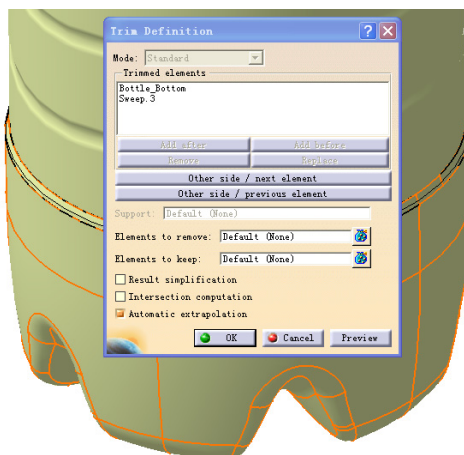

图 4-507
③ 如图 4-507 所示, 使用 Bottle_Bottom 和 Sweep.3 重复步骤①的操作, 单击 OK 按钮完成曲面 Trim.7 的建立。